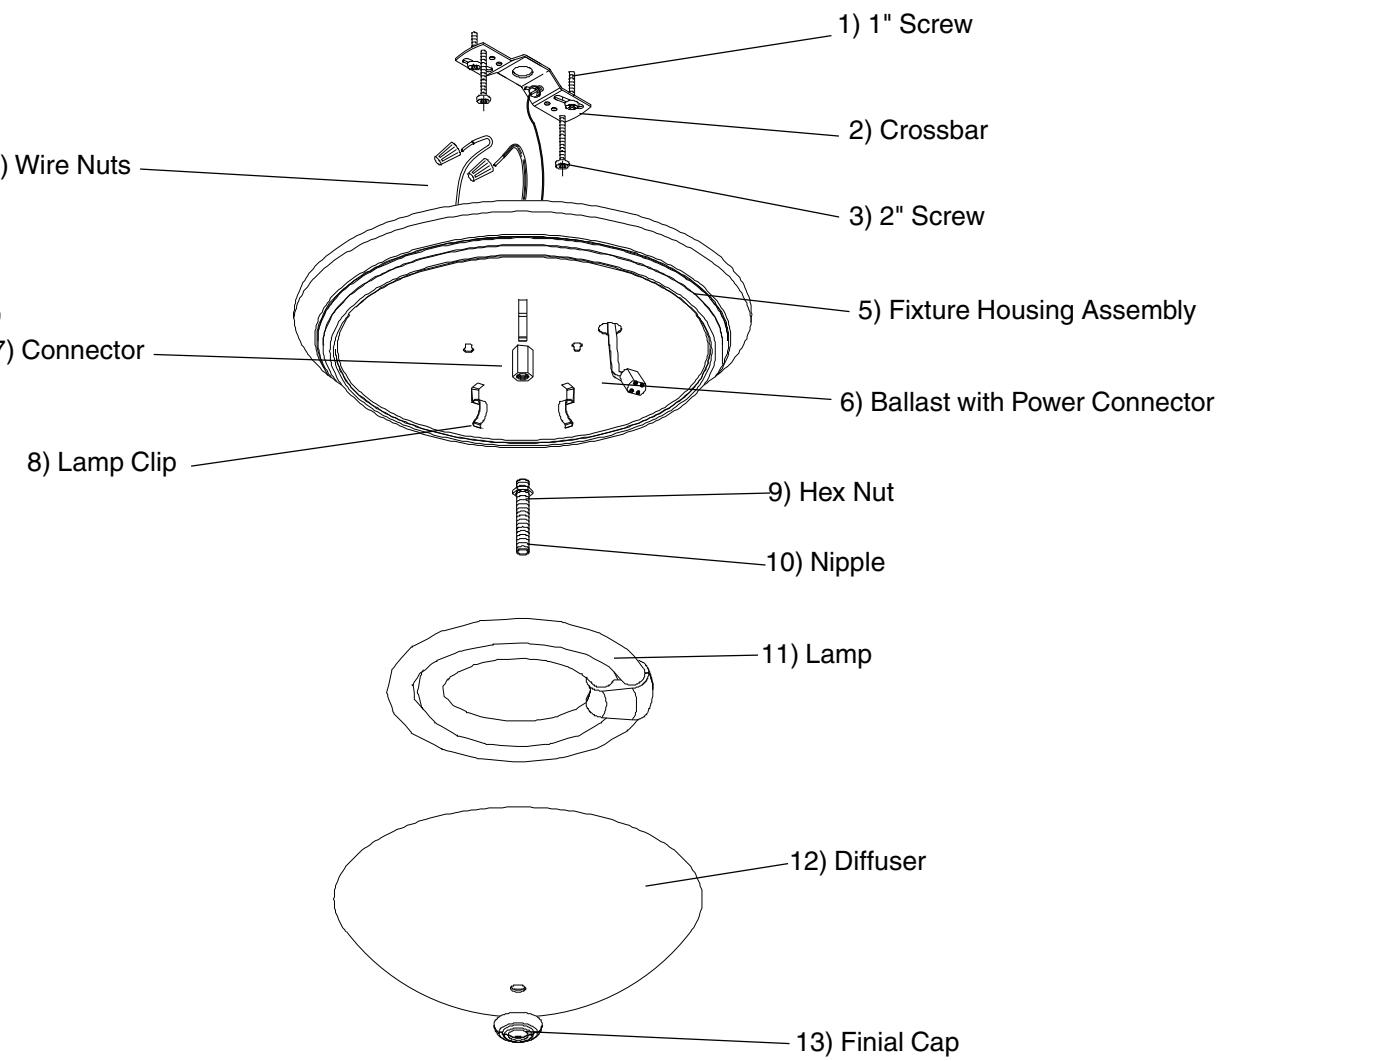

Figure 2
- Retirer les composants de l'appareil et tout emballage de pièces. S'assurer que toutes les pièces sont incluses et séparer le diffuseur s'il est fixé à l'appareil. **Voir la liste d'emballage en page 1 et la fig. 2.**
- Pour installer le diffuseur (12), aligner le trou central du diffuseur sur la tige filetée et visser le faîteau (13) pour fixer le diffuseur sur le bloc boîtier de l'appareil.**
- L'alimentation coupée, fixer la traverse (2) à la boîte de jonction à l'aide des deux vis calibre 8 x 1 po (1) à travers les encoches. (La tête de la vis de terre verte doit être face vers le bas).**
- Visser les deux vis de calibre 8 x 2 po (3) environ 1/4 po dans la traverse.**
- L'alimentation coupée, soutenir fermement le bloc boîtier (5) et connecter le fil de terre vert de l'appareil au fil de terre nu en cuivre de la boîte de jonction à l'aide d'un capuchon de connexion (4). (Si le câblage d'alimentation ne comprend pas un fil de mise à la terre, consulter votre code d'électricité local et vérifier les méthodes conformes de mise à la terre). **Voir la fig. 2.****
- Employer des capuchons de connexion** pour connecter le fil noir de l'appareil au fil noir d'alimentation et le fil blanc au fil blanc d'alimentation. **Voir la fig. 2.**
- Aligner les encoches en trou de serrure du bloc boîtier de l'appareil** sur les vis qui dépassent de la traverse précédemment montée à la boîte de jonction. **Voir la fig. 2.**
- Passer l'écrou hexagonal (9) environ 1/4 po sur la tige filetée (10)** et visser la tige filetée dans le trou du connecteur (7).
- Pour installer la lampe (11),** la placer sur deux des trois agrafes de lampe (8). Pousser délicatement la lampe sur la troisième agrafe tout en la retirant légèrement vers l'arrière. Connecter la fiche de l'appareil à la lampe.
1. Remove fixture components and parts pack(s). Check that all parts are included and remove diffuser if attached to fixture. See **Fixture Packing List on Page 1 and Fig. 2**.
2. With the power turned off, attach **Crossbar (2)** to **junction box** with the two #8 x 1" Screws (1) passing through the slots. (Head of green ground screw should face downward).
3. Thread two #8 x 2" (3) Screws about 1/4" into the Crossbar.
4. With the power turned off, hold the **Fixture Housing Assembly (5)** firmly and connect the green ground wire from the fixture to the bare copper ground wire from the junction box using a Wire Nut (4). (If house wiring does not include a ground wire, consult your local electrical code for approved grounding methods). See **Fig. 2**.
5. Use **Wire Nuts** to connect black fixture wire to the black power supply wire and white fixture wire to the white power supply wire. See **Fig. 2**.
7. Align the keyholes in the **Fixture Housing Assembly** with the screws extending from the **Crossbar** previously mounted to the junction box. See **Fig. 2**.
9. Thread **Hex Nut (9)** about 1/4" onto the **Nipple (10)** and screw Nipple into the hole located in the **Connector (7)**.
10. Install **Lamp (11)** by positioning Lamp over two of the three **Lamp Clips (8)**. Gently push Lamp over third clip while pulling the clip back slightly. Connect plug from fixture to Lamp.
11. To install **Diffuser (12)**, align center hole of diffuser over Nipple and screw on **Finial Cap (13)** to secure Diffuser up against the **Fixture Housing Assembly**.
1. Remueva los componentes del luminario y el(s) paquete(s) de piezas. Asegure que todas las piezas estén incluidas y remueva el difusor si esta adherido al luminario. Vea la Lista de Embalaje en la Pagina 1 y Fig. 2.
2. Con la electricidad apagada, adhiera la **Barra Transversal (2)** a la **caja de ensambladura** con dos Tornillos #8x1" (1) pasandolos atraves de las ranuras. (La cabeza del tornillo verde de hacer tierra debe mirar hacia abajo).
3. Enrosque dos Tornillos #8x2" (3) como a un 1/4" dentro de la **Barra Transversal**.
4. Con la electricidad apagada, sostenga el **Ensamblaje de la Carcasa del Luminario (5)** firmemente y conecte el alambre verde de hacer tierra del luminario al alambre desnudo de cobre de la caja de ensambladura usando un **Capuchón de Alambres (4)**. (Si el alambrado de la casa no incluye un alambre de hacer tierra, consulte su código eléctrico local para métodos aprobados de hacer tierra. Vea Fig. 2).
5. Use **Capuchones de Alambres** para conectar el alambre negro del luminario al alambre negro de suministro eléctrico y el alambre blanco del luminario al alambre blanco de suministro eléctrico. Vea Fig. 2.
7. Alinee los "keyholes" del **Ensamblaje de la Carcasa del Luminario** con los tornillos que extienden de la **Barra Transversal** previamente montado a la caja de ensambladura. Vea Fig. 2.
9. Rosque la **Tuerca Hexagonal (9)** como 1/4" en la **Entrerroscia (10)** y rosque la Entrerroscia en el agujero localizado en el Conector (7).
10. Instale la Lámpara (11) colocando la Lámpara sobre dos de los tres Grapas de la Lámpara (8). Empuje la Lámpara sobre la tercera grapa mientras tirando la grapa hacia atrás levemente. Conecte el enchufe del luminario a la lámpara.
11. Para instalar el Difusor (12), alinee el agujero de centro del difusor sobre la Entrerroscia y rosque el tornillo en la tapa de Finial (13) para asegurar el Difusor contra el **Ensamblaje de la Carcasa del Luminario**.